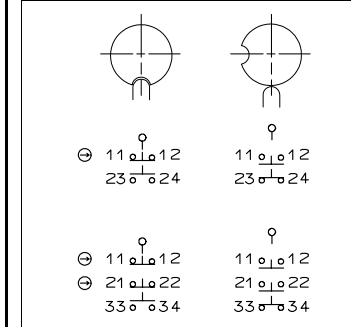

Abb. 6: Schaltelemente und Schaltfunktionen
- Kontaktbelegung siehe Abb. 6.